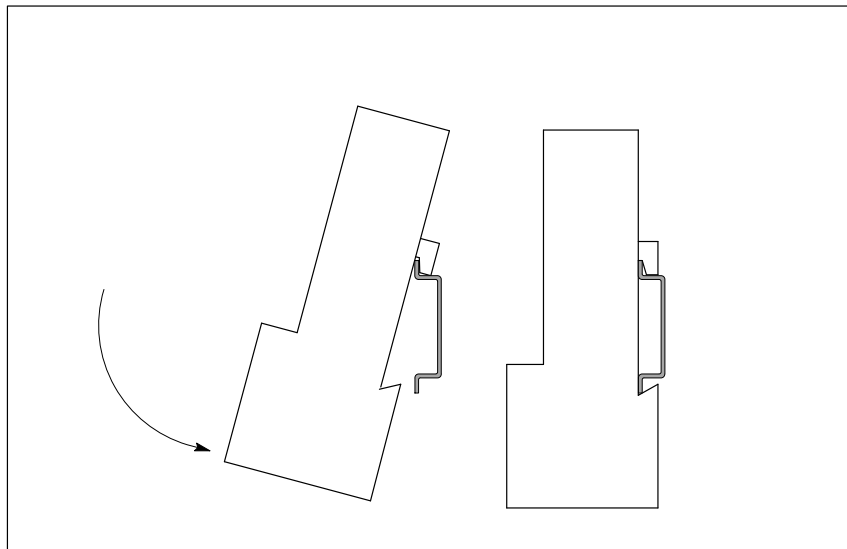

Bild 2-4 Terminalblock auf Normprofilschiene aufschnappen
3. Setzen Sie den Terminalblock von oben auf die 35 mm breite Normprofilschiene auf und schwenken Sie ihn nach unten. Der Terminalblock schnappt auf die Normprofilschiene auf (siehe Bild 2-4)